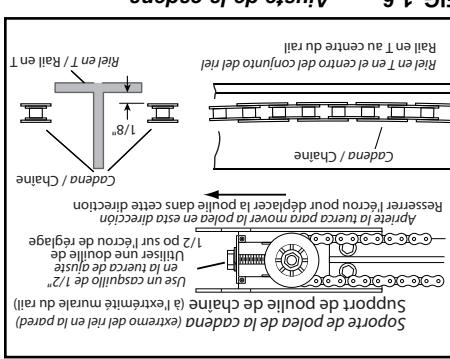

FIG. 1-6 Ajuste de la cadena.
- Reserrer la tête motorisée en alignant les trous de la tête avec ceux du rail (Fig. 1-6).
- Reserrer la chaîne jusqu'à ce que la chaîne soit 1/8 po au-dessus de la base du rail au milieu du rail (Fig. 1-6).
- Reserrer la tête motorisée en serrant horaire. L'écrou de réglage devra être serré à la main (Fig. 1-6).
- Reserrer la chaîne en tournant l'écrou de réglage dans le sens horaire. L'écrou de réglage devra être serré à la main (Fig. 1-6).
3. Tense la cadena hasta que la cadena esté aproximadamente 1/8 de pulgadas encima de la base del riel en el punto medio del riel (Fig. 1-6).